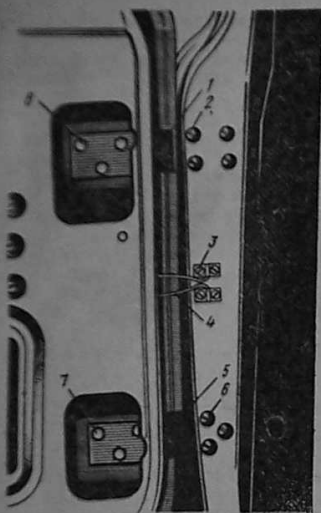

Рис. 172. Установка двери
2. Вывернуть винты 3 (рис. 172) крепления ограничителя 4 и отделить его от стойки.
Перемещением петель 1 и 5 (см. рис. 172) вместе с дверью относительно стойки дверь можно перемещать вверх, вниз, внутрь, наружу. Поэтому лучше начинать регулировку именно с этого, пока не исчерпаны все возможности, ибо для доступа к креплению петель к двери требуется снять подлокотник, ручки привода замка и стеклоподъемника и обивку двери. К такой регулировке прибегают, если необходимо сместить дверь вперед или назад, а также дополнительно поднять или опустить. Ниже рассматриваются несколько наиболее характерных способов регулировки дверей.
1. Верх двери требуется сместить внутрь или наружу кузова. В этом случае нужно ослабить все винты 2 (см. рис. 172) и 6, кроме одного винта крепления нижней петли, и поднять дверь в открытом до отказа положении за нижний задний угол (при перемещении внутрь кузова) или опустить дверь, нажимая на ее верхний задний угол (при перемещении внутрь кузова), после чего затянуть один из винтов 2 крепления верхней петли. Затем закрыть дверь и проверить ее положение. Если дверь не заняла правильного положения, открыть ее, ослабить верхний винт и вновь поднять или опустить ее. Закрыв дверь, проверить ее положение. Эту операцию повторять до тех пор, пока не будет достигнуто правильное положение, после чего следует затянуть все винты крепления петель.
Замена ограничителя двери. Отвернуть четыре винта 3 (см. рис. 172) скобы крепления ограничителя. Вынув остатки старого или ослабленного ограничителя, вставить новый ограничитель через окно во внутренней панели, после чего концы ограничителя вложить в канавки скобы и закрепить скобу винтами к кузову.